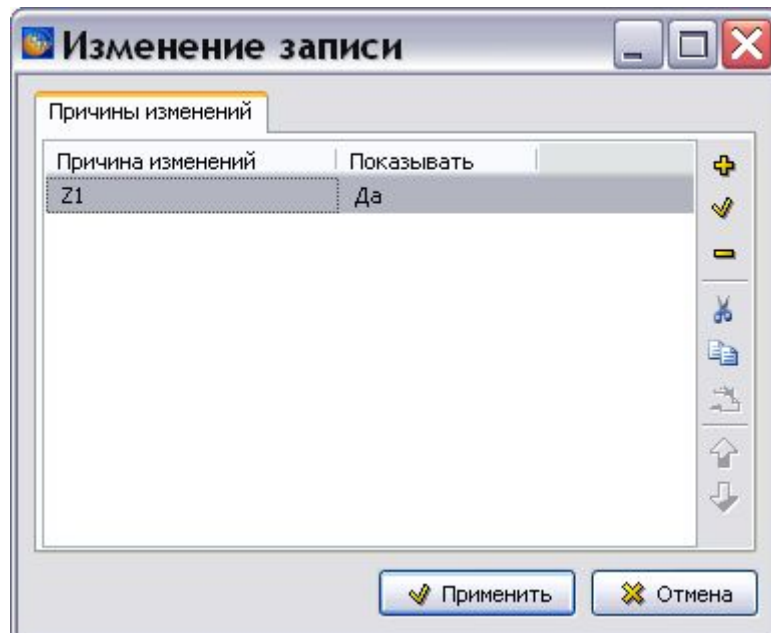

Рис. 9.24
7. Нажмите на кнопку **Применить**. В окне **Изменение записи** отобразится обозначение извещения (Рис. 9.24).